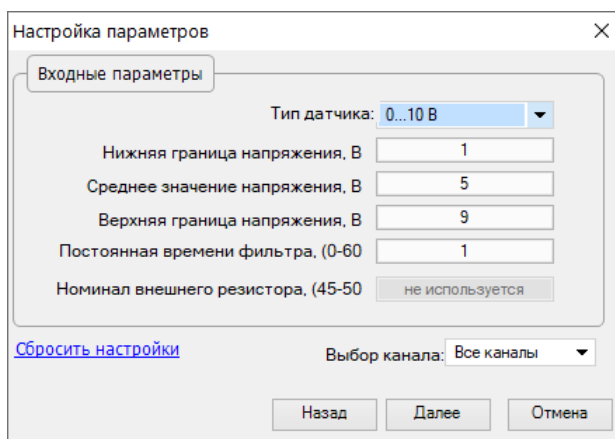

Рисунок 8.5 – Меню настройки параметров
- Далее в окне «Настройка параметров» выбрать значение параметра «Тип датчика» «0...10 В» для юстировки датчика с выходом в виде напряжения или «4...20 мА» для юстировки датчика с выходом в виде тока (см. рисунок 8.5).